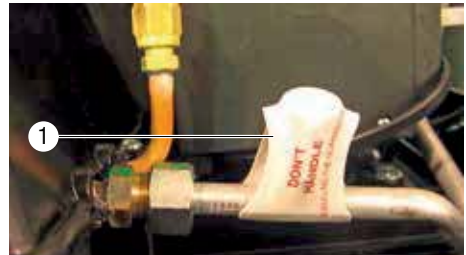

Bild 1
- Jede Manipulation der Anlagenfüllung dieses Produkts ist unzulässig. Die Füllventile der Anlage sind versiegelt (Bild 1). Bei einem beschädigten oder fehlenden Siegel erlischt die Gewährleistung, und dies führt zum Haftungsausschluss seitens der Firma Eberspächer Climate Control Systems GmbH & Co. KG.